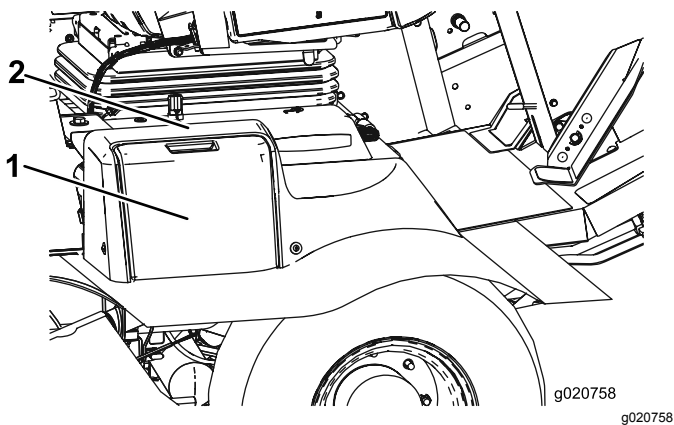

Figura 81
1. Aprite il coperchio della batteria (Figura 81). sul lato della copertura.
**Nota:** Premete sulla superficie piatta sopra il coperchio della batteria per facilitare la rimozione del coperchio (Figura 81).